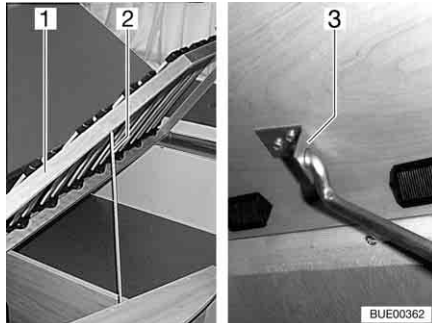

Bild 75 Fast säng
- Lyft ribbotten (Bild 75,1), lossa stången (Bild 75,2) ur fästet och stick in den i hållarens hål (Bild 75,3).
- Lyft ribbotten (Bild 75,1), lossa stången (Bild 75,2) ur hållaren (Bild 75,3) och stick in den i fästet.